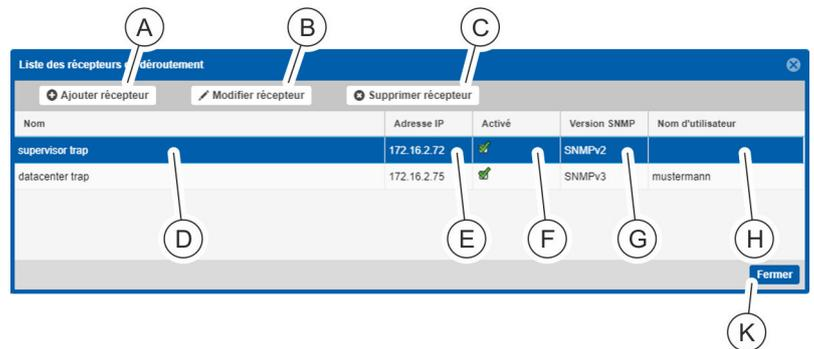

Fig. 142 : Fenêtre « Liste des récepteurs de déroutement »
- ⇒ La fenêtre « Liste des récepteurs de déROUTement » s'ouvre (Fig. 142).
3. ➔ Définir un récepteur de déroutement en appuyant sur le bouton « *Ajouter récepteur* » (Fig. 142 / Ⓐ).
Il est possible de configurer des récepteurs de déroutement avec le protocole SNMPv1/ SNMPv2 et des récepteurs de déroutement avec le protocole SNMPv3 (Fig. 142).
4. ➔ Après la création des récepteurs de déroutement, quitter la fenêtre en appuyant sur « *Fermer* » (Fig. 142 / Ⓚ).